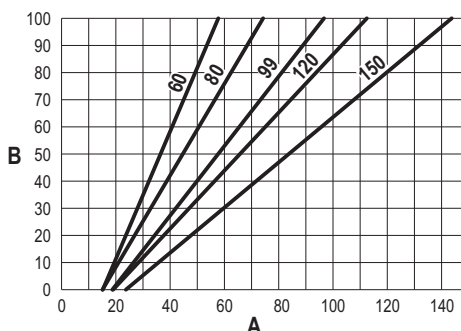

fig. 77
- Apăsați **tastele contextuale 1 și 2** pentru a mări sau a reduce puterea termică (minimă = 00 - maximă = 100). Consultați diagrama “Reglarea puterii termice” (fig. 77).